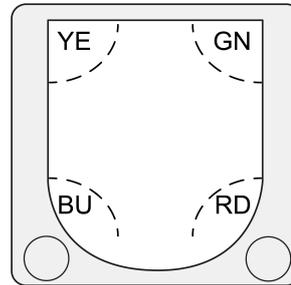

Imagen 7: LED de estado
Detrás de la ventana del sensor (4) se encuentra el LED de estado que indica el estado de funcionamiento actual (Imagen 7).